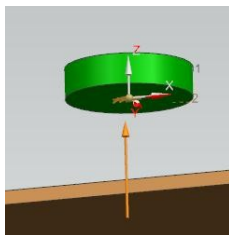

рис.76
• При описании данной кинематической пары совсем необязательно, чтобы грани связываемых таким образом тел, соприкасались друг с другом. Достаточно, чтобы они были параллельны, и могут даже располагаться на некотором расстоянии друг от друга (рис.76).
• При описании этой связи (рис.76) нужно указать:
- В поле *Задать ориентацию* нужно указать вектор, **перпендикулярный** направлению перемещения тел (рис.76).